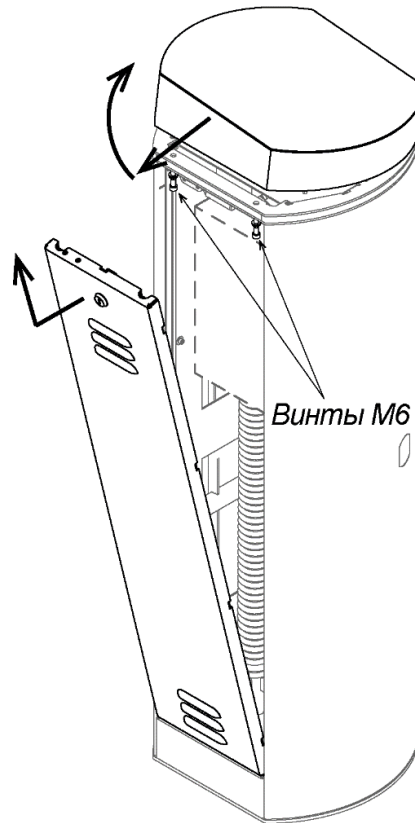

Рисунок 11. Порядок снятия верхней крышки шлагбаума
1. Снимите дверцу, предварительно повернув ключ замка, и открутите два винта М6, которые находятся снизу на верхней грани проема дверцы. Аккуратно, чтобы не повредить установленную внутри плату управления, снимите крышку, сдвинув ее за передний край на себя и затем подняв его вверх (см. рис. 11).
2. На приводе стрелы переведите рычаг (13) в нижнее положение. Для этого шлицевой отверткой вращайте винт (или ручку, в зависимости от модификации привода) разблокировки привода (21) против часовой стрелки до упора.
3. Если ранее были установлены балансирующие пружины (8), то их необходимо снять (см. разд. 8.5.6).
4. Демонтируйте рычажно-шатунную группу – детали (12) и (13), для чего открутите два болта (14) с внутренним шестигранником S10 и снимите стопорное кольцо (15). Детали плотно насажены на оси, при снятии покачивайте их из стороны в сторону, при необходимости используйте большие отвертки в качестве рычагов.
5. Снимите стопорное кольцо (16) и разъедините детали – шатун (12) и рычаг (13). Замените рычаг (13) на другой из комплекта поставки (рычаг с маркировкой 18В-В соответствует правосторонней установке стрелы, рычаг с маркировкой 18В-А – левосторонней). Установите шатун на новый рычаг и зафиксируйте обе детали стопорным кольцом (16).
6. Открутите четыре винта (18) с внутренним шестигранником S6 и переставьте упор (17) зеркально относительно вертикальной оси привода, на рисунке – место (19). Перед установкой упора на новое место проверните вал редуктора с упорной лапкой (20) при помощи винта (ручки) разблокировки привода (21). При необходимости зафиксируйте упор на новом месте винтами (18).
7. Установите на место рычажно-шатунную группу и закрепите ее болтами (14) на валу кронштейна стрелы и стопорным кольцом (15) на шарнире лапки (20).
Для разблокировки стрелы откройте дверцу шлагбаума и шлицевой отверткой вращайте винт (ручку) разблокировки привода (21) (см. рис. 11) влево или вправо до тех пор, пока нижний шарнир шатуна (12) не выйдет из крайнего положения и стрела не станет поддаваться ручному воздействию вверх или вниз.